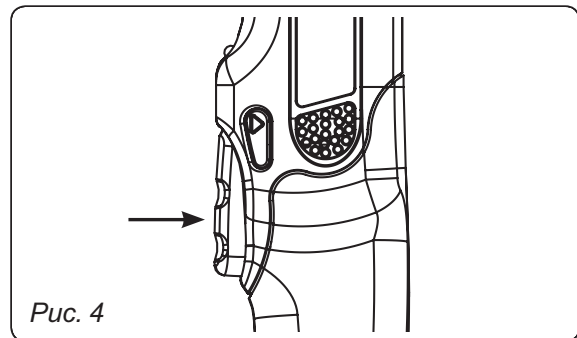

Рис. 4
1. Чтобы включить электроинструмент, необходимо нажать на выключатель. Чтобы выключить электроинструмент, необходимо освободить выключатель. (Рис. 4)